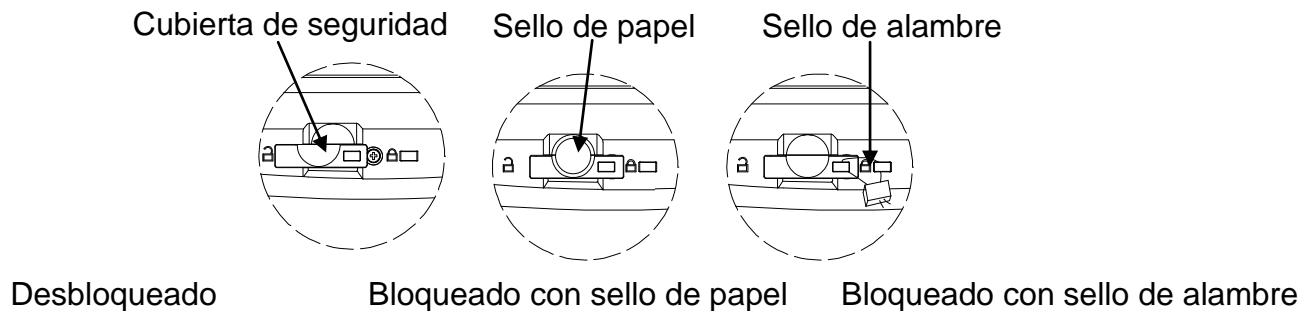

Figura 5-2. Sellado
3. Ajuste el interruptor en bloqueado. Consulte la figura 5-2.